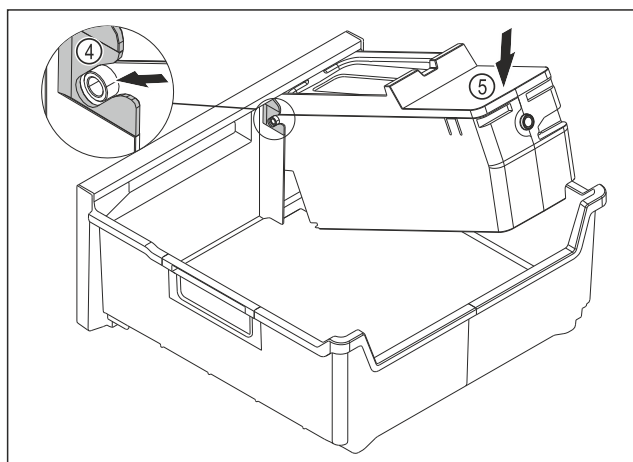

Fig. 121
- ▶ Monter le corps de l'EasyTwist-Ice : Insérer les axes du corps de l'EasyTwist-Ice dans les guides Fig. 121 (4).
- ▶ Appuyer l'arrière du corps de l'EasyTwist-Ice Fig. 121 (5) vers le bas.